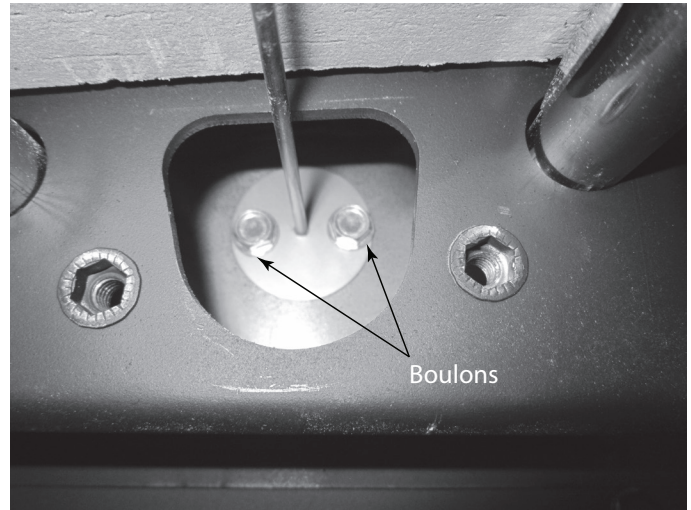

Figure 4.7 Retirer les boulons (couvercle d'accès retiré)
- À l'aide d'un long tournevis à douille de 9,5 mm (3/8 po.), retirez les (2) boulons à travers le trou qui maintient le thermocouple. Voir la figure 4.7.